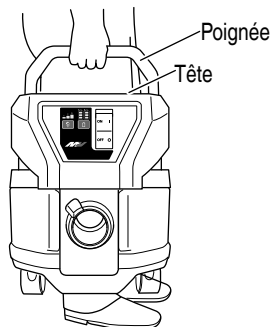

Fig. 22
(1) Comment utiliser la poignée (Fig. 22)